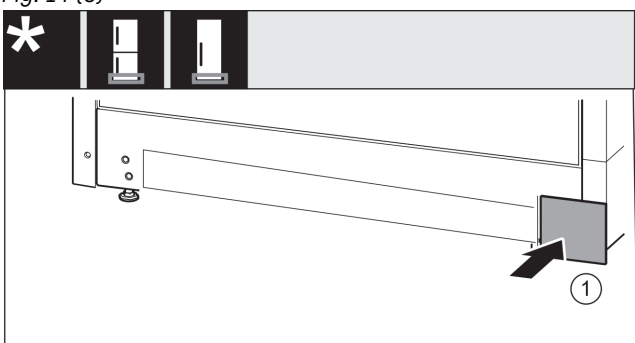

Fig. 15
- ▶ Ponovno natakните pokrov na drugu stranu. Fig. 15 (1)